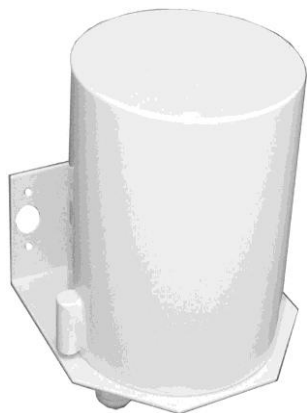
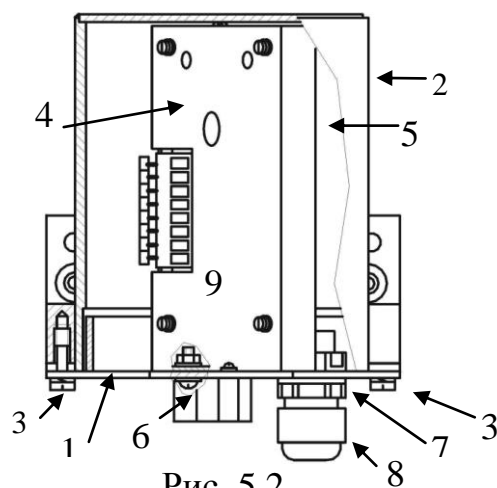

Рис. 5.1
Рис. 5.2
5.4.2.1 Блоки (рис. 5.1) предназначены для ветвления кабелей линии связи и подключения одного извещателя. Блоки выполнены в металлических корпусах 1 со степенью защиты IP65 (рис. 5.2) со съемной крышкой 2. Крепление крышки осуществляется двумя невыпадающими винтами 3. В корпусе установлено шасси 4. На обратной стороне шасси закреплена печатная плата 5. Через окна в шасси обеспечен доступ к установленным на плате наборам зажимов «БПР...» для подключения кабелей БПР..., переключателю управления SA1 и светодиодным индикаторам «Инд». С обратной